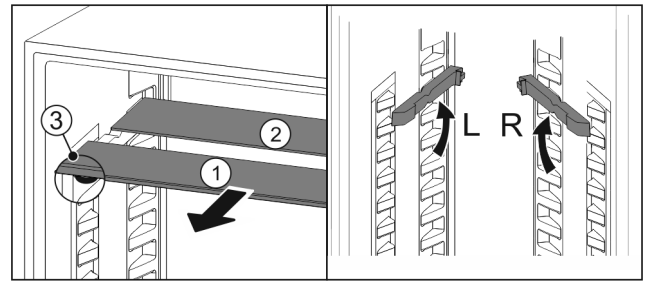

Fig. 57
- ▶ Húzza ki Fig. 57 (1) előre az üveglapokat egyesével.
- ▷ Az üveglap Fig. 57 (1) a díszléccel előre néz.
- ▷ Az ütközők Fig. 57 (3) lefelé mutatnak.